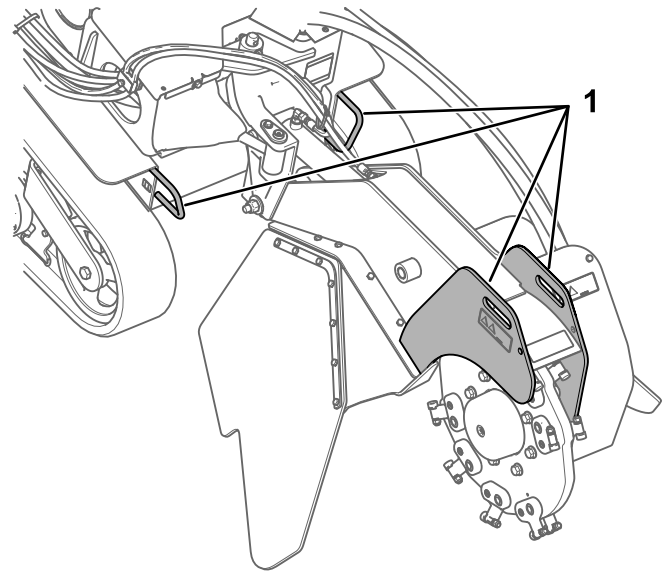
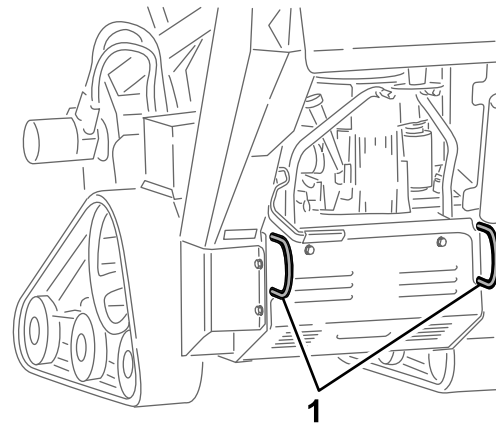

図 22
図 23
3. マシンの前後にあるロープ掛けポイントを利用して、ロープやチェーンなど適切なものでトレーラに機体を固定する 図 22 と 図 23。ロープ掛けや積荷固定についてはそれぞれの地域の法令などを順守してください。
ロープ掛けポイントを吊り上げポイントとして利用することができます 図 22 と 図 23。